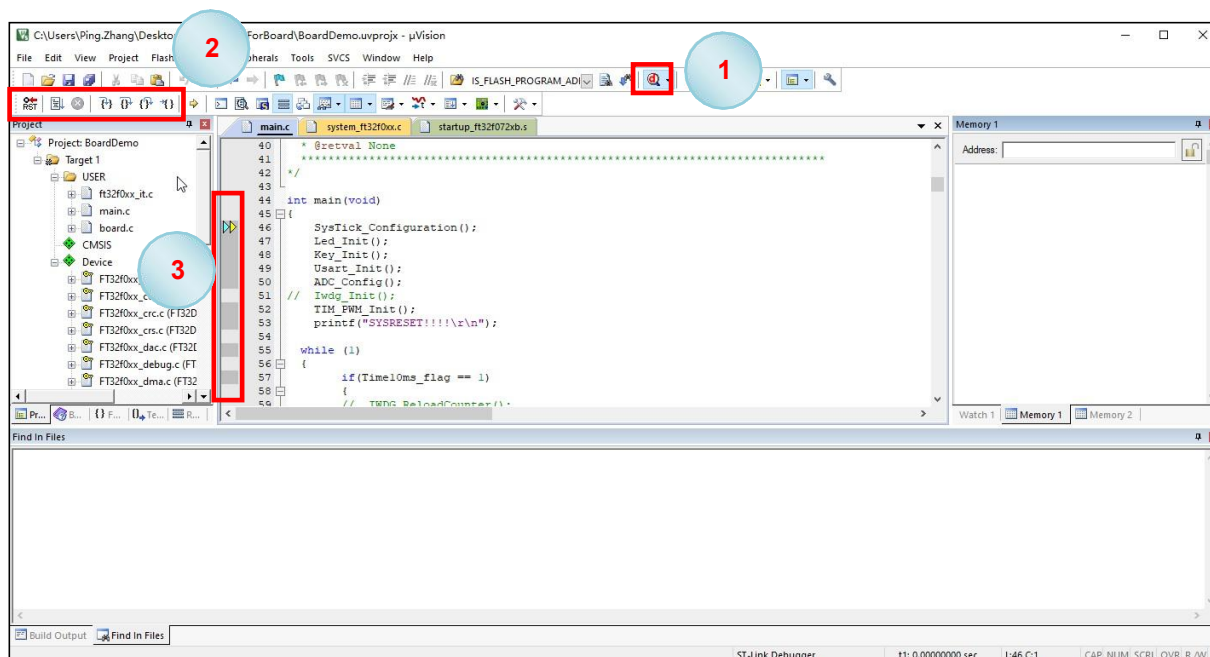

图 5-7 Keil 调试窗口
2、点击 Debug 图标进入 Debug 调试模式（图 5-7 中步骤 1），若当前软件为评估版本，请在弹出评估模式框后，点击“OK”进入下一步操作，此时芯片的 Flash 会重新进行擦写编程，编程结果显示于Output 窗口。
3、点击 RUN 图标（图 5-7 中步骤 2），注意：调试运行过程可以通过点击 STOP 图标
4、为方便调试，用户可以在当前源文件窗口及反汇编窗口的灰色区域增设断点(图 5-7 中红框 3 所示区域)，此区域关联的代码及指令可被 MCU 执行到。
5、每当点击 RUN 图标  (图 5-7 中步骤 2) 时，程序会不断运行，直到遇到设有断点的区域，如果未设置任何断点，MCU 将会根据程序功能不断运行。
6、其他调试功能包括单步执行 Step In ：程序逐行执行；单步跳过 Step Over ：执行完光标当前所对应的行，如果当前行是一个函数，则程序不会跳进函数内部，而是直接执行完函数返回；单步跳出 Step Out ：当单步执行到子函数内时，用 step out 就可以执行完子函数余下部分，并返回到上一层函数(图 5-7 中红框 2 所示区域)。具体使用方法，请参见 keil 帮助文档。